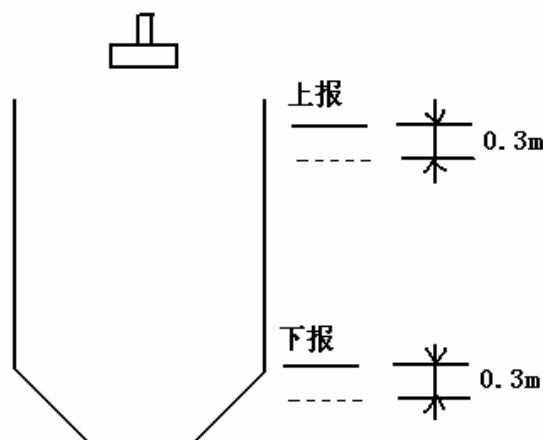

图 38
7.1.5 不报警时继电器仍处于报警状态。为了防止在报警点上继电器不停的跳动，继电器报警与LED报警不同，LED报警线为一点，而继电器报警线为一区间，该区间值为 $0.30\text{m}$ ，如图38所示。